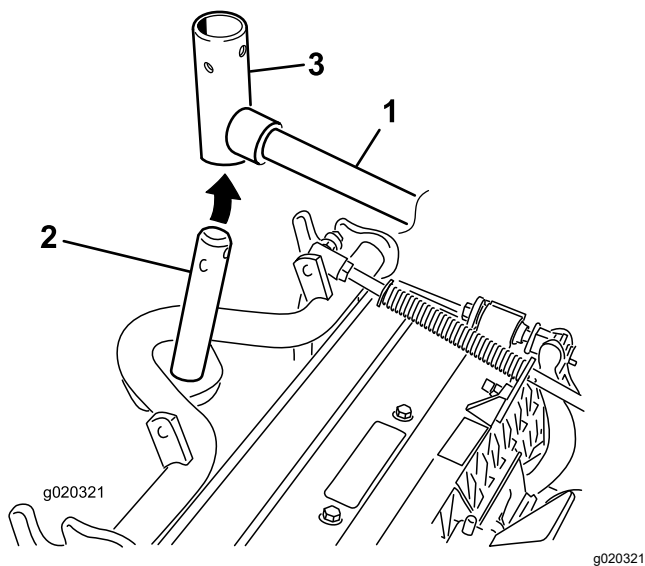

Рисунок 7
8. При установке передних режущих блоков передвиньте режущий блок под подъемным рычагом, одновременно вставляя вал несущей рамы вверх в вилку шарнира подъемного рычага (Рисунок 7).
- B. Вставьте вилку подъемного рычага в вал несущей рамы (Рисунок 7).